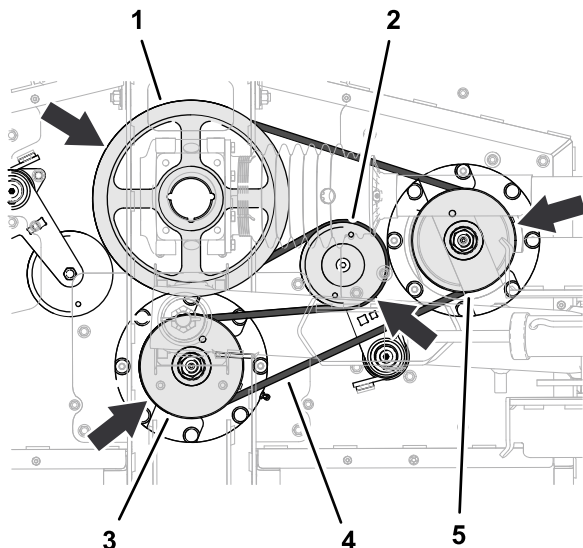

Bild 68
1. Führen Sie den langen Riemen um die Antriebsscheibe sowie um die obere Nut der Riemenscheibe der mittleren und rechten Spindel (Bild 68).
2. Drehen Sie den Riemenspanner mit einer Brechstange oder ähnlichem Werkzeug im Uhrzeigersinn und ziehen Sie den Riemen auf die Spannscheibe auf (Bild 68).